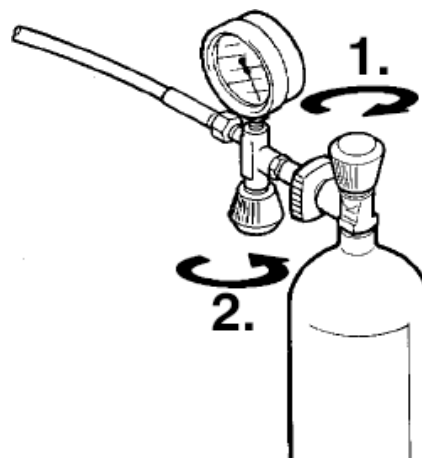

Рис.9. Отсоединение баллона
- После достижения финального давления в баллоне **сначала закройте вентиль баллона** (1, рис.9), **затем закройте вентиль**